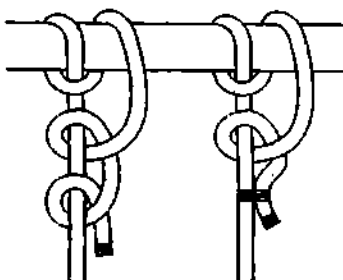

Рис. 544. Штык с обносом.
*Штык с обносом, обратный и мачтовый штыки* применяются в тех случаях, когда направление тяги часто меняется, и, чтобы привязанный конец не сдвигался вдоль опоры, вяжется дополнительный шлаг или обнос (рис. 544). *Штык с обносом* нередко вязался моряками для крепления небольших якорей.